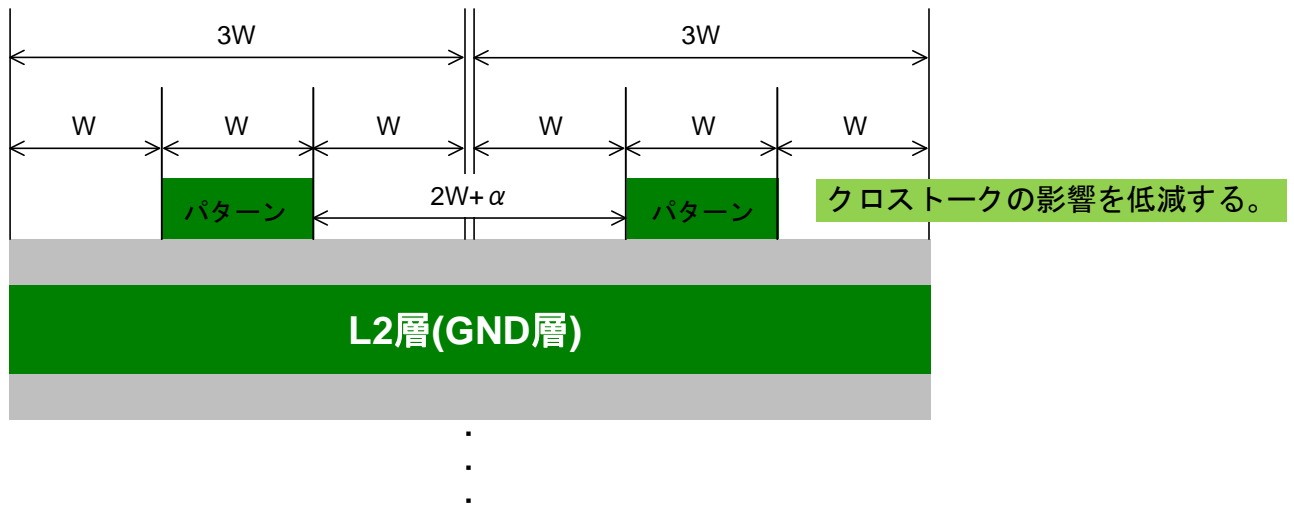

図4 3Wの規則
9. SDRAM 信号および MII/RMII 信号のパターン間は、 $3W$ の規則(ライン幅 W に対し $2W+\alpha$ 以上)で設計します。(図 4 参照)